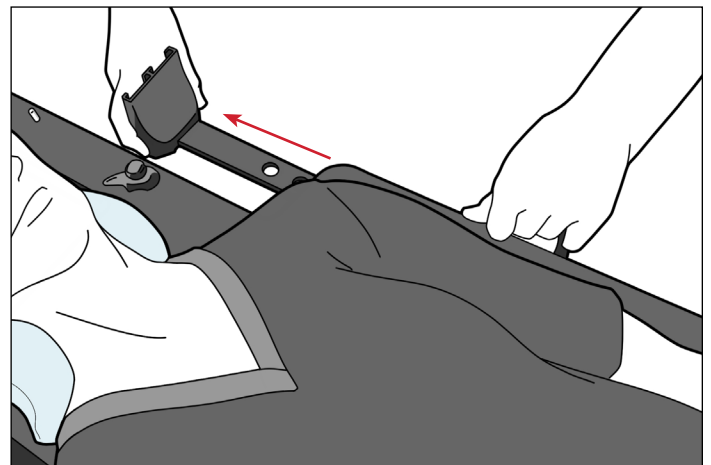

Fig. 6
2. Estrarre lo Shoulder-Loc™ per liberare il paziente (Fig. 6).